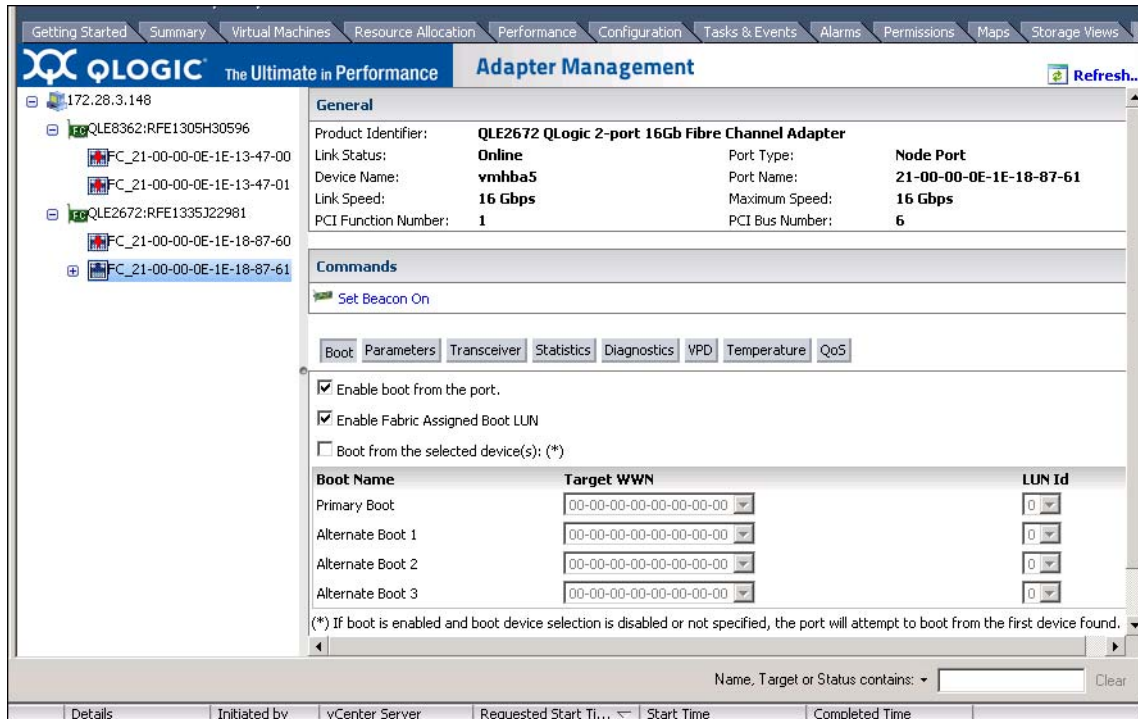

Abbildung 3-29. Fabric-Assigned Boot LUN im QConvergeConsole VMware vCenter Server Plug-in
4. Markieren Sie auf der Seite „Boot Device Selection“ (Auswahl des Startgeräts) das Kontrollkästchen **Enable Fabric Assigned Boot LUN** (Fabric Assigned Boot LUN aktivieren). Abbildung 3-29 zeigt ein Beispiel.